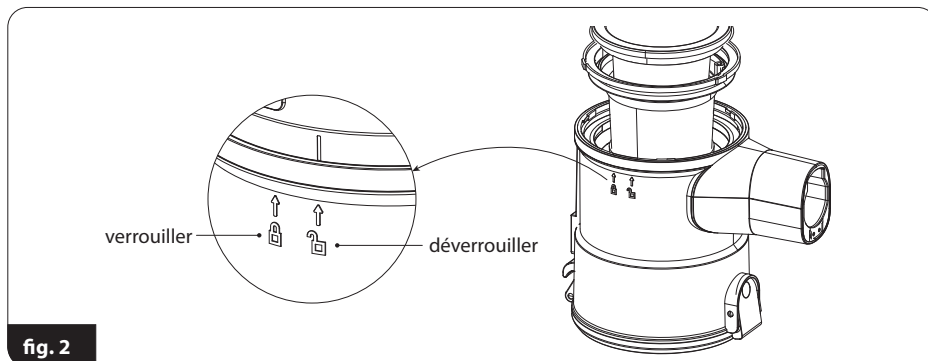

fig. 2
2. Tournez légèrement le couvercle du bac à poussière (10) et soulevez-le. Recherchez les marques sur le récipient à poussière qui indiquent que le verrouillage est libéré (fig. 2).